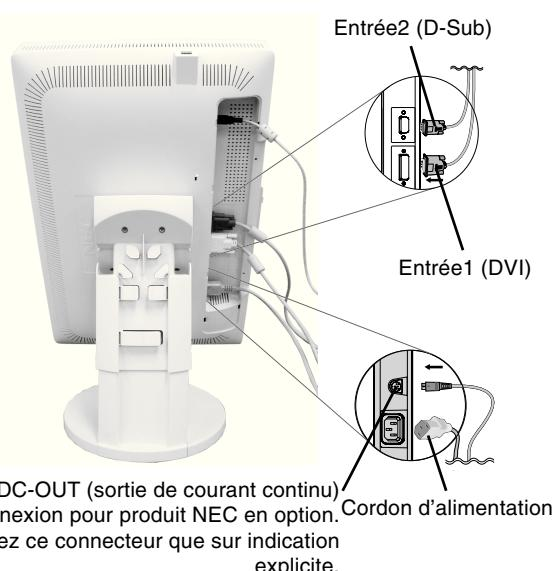
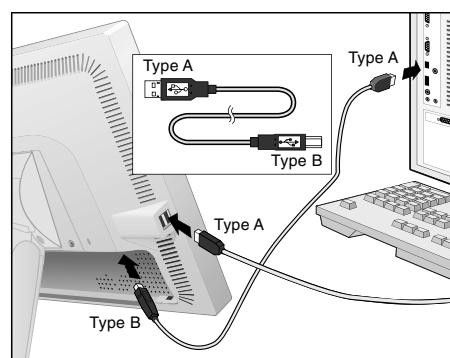

Figure C.4
Figure C.4a
6. Branchez tous les câbles aux prises appropriées (**Figure C.4**). A l'aide du câble USB, branchez la prise de type B au port montant USB situé sur le côté arrière droit du moniteur et la prise de type A au port descendant de l'ordinateur (**Figure C.4a**). Si vous utilisez le cordon de l'appareil USB, utilisez l'un des ports descendants sur le côté du moniteur.